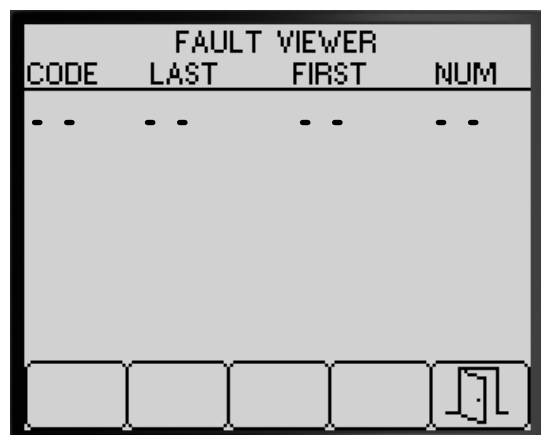

Figura 87
3. El visor permite revisar los fallos generados por el sistema de fumigación (Figura 87).
4. Pulse el botón 5 para salir de la pantalla FAULT VIEWER (visor de errores) y volver a la pantalla DIAGNOSTIC (diagnósticos) (Figura 87).
4. Pulse el botón 5 para salir de la pantalla ACERCA DE y volver a la pantalla DIAGNOSTIC (diagnósticos) (Figura 87).